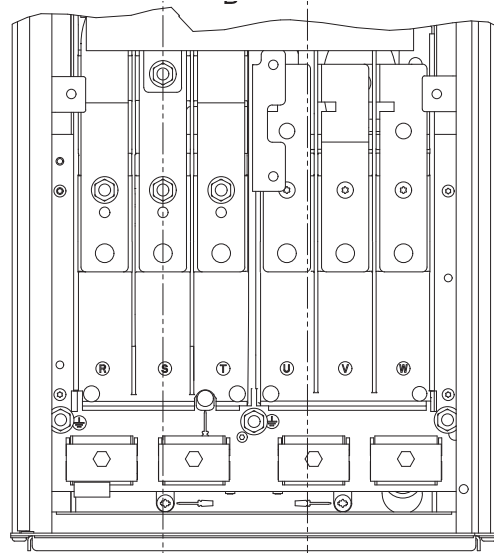

Fig. 11 Jord-, net- og motortilslutning
1. Tilslut jordlederen til klemme 99 (PE). Se fig. 11.
2. Tilslut motorlederne til klemme 96 (U), 97 (V), 98 (W).
1. Tilslut jordlederen til klemme 95 (PE). Se fig. 11.
Tag de følgende klemmeplaceringer i betragtning når du planlægger kablettilslutningen. Se fig. 11.